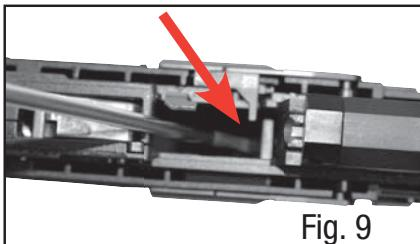

Fig. 9
- La molla per il ritegno del caricatore si trova nel pozzetto del caricatore (Fig. 9).